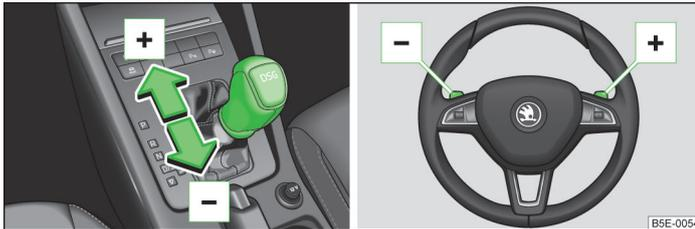

Abb. 124 Wählhebel und Multifunktionslenkrad
- › Den Wählhebel nach vorn » **Abb. 124** tippen.
- › Die rechte Schaltwippe » **Abb. 124** kurz zum Lenkrad ziehen.
- › Den Wählhebel nach hinten » **Abb. 124** tippen.
- › Die linke Schaltwippe » **Abb. 124** kurz zum Lenkrad ziehen.